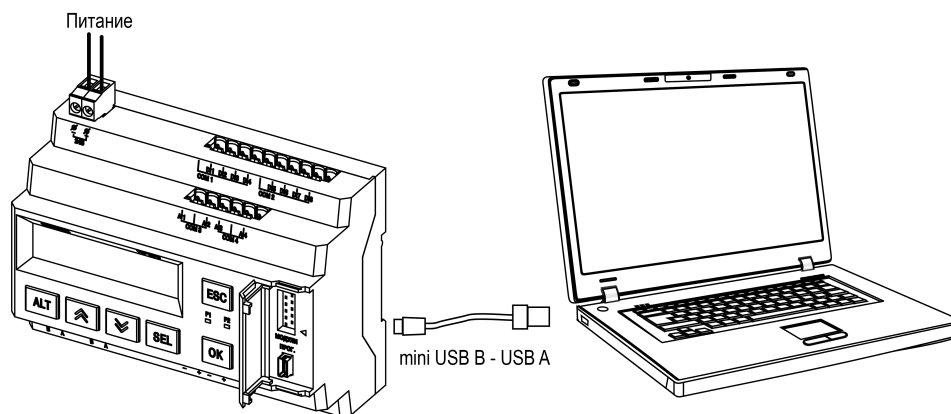

Рисунок 5.19 – Схема подключения прибора к ПК
1. Подключить прибор к ПК (см. рисунок 5.19);